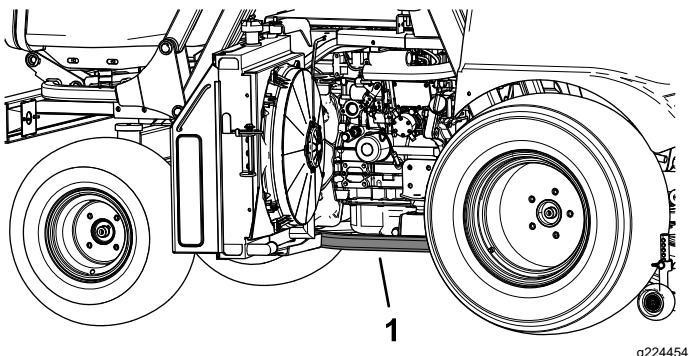
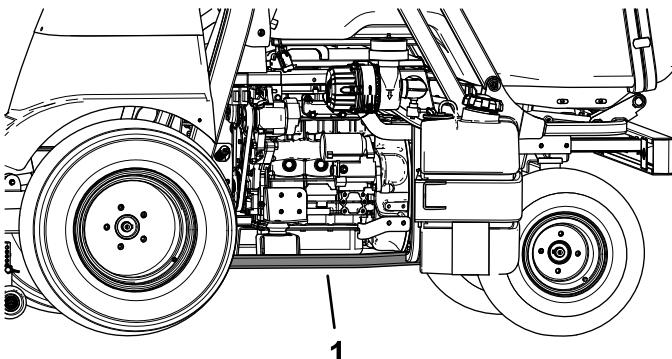

Figura 38
Figura 39
- Posizionate un martinetto sotto al tubo del telaio (Figura 38 e Figura 39), direttamente sotto al tubo del ROPS e comunque il più vicino possibile.